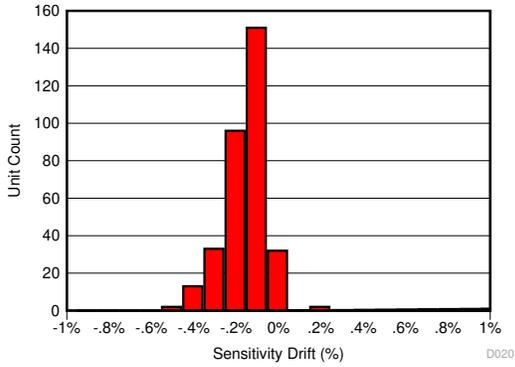
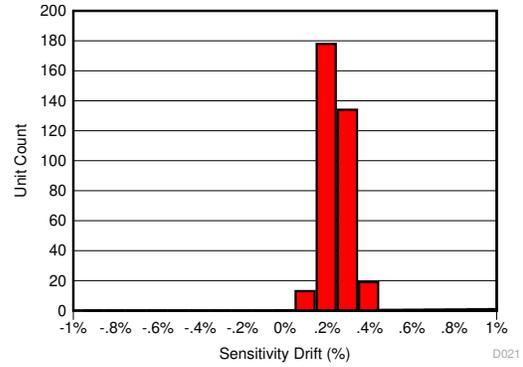
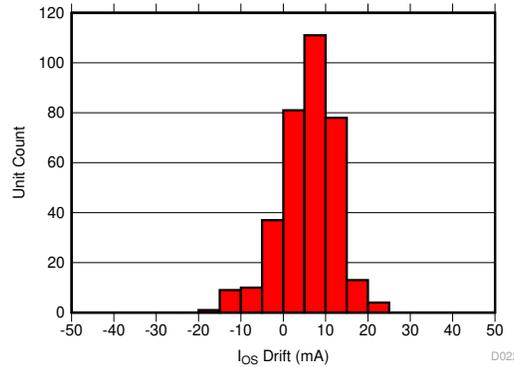

图 9-1. 130°C、85% RH HAST 后的灵敏度误差
图 9-2. AEC-Q100 高温工作寿命应力测试后的灵敏度误差漂移
图 9-3. AEC-Q100 高温工作寿命应力测试后的以输入为基准的失调漂移
TMCS1108 中用于降低温度漂移的相同补偿技术也大大降低了老化、应力和环境条件导致的寿命漂移。由于高工作温度下的老化现象，典型的磁传感器会遭受高达 2% 至 3% 的灵敏度漂移。TMCS1108 极大地改善了寿命漂移，电气特性 表针对在三批次 AEC-Q100 认证期间在最坏情况应力测试后测量的总灵敏度误差进行了阐述。AEC-Q100 认证规定的所有其他应力测试产生的灵敏度误差低于指定的值，处于 电气特性 表中指定的范围内。图 9-1 展示了在进行最坏情况应力测试（即 130°C 和 85% 相对湿度 (RH) 条件下的高加速应力测试 (HAST)）后的总灵敏度误差，而图 9-2 和图 9-3 展示了在进行 AEC-Q100 规定的 1000 小时、 125°C 高温工作寿命应力测试后的灵敏度和失调误差漂移。该测试模拟了典型的器件寿命操作，表明与典型的磁传感器相比，老化导致的可能的器件性能变化得到了极大的改善。